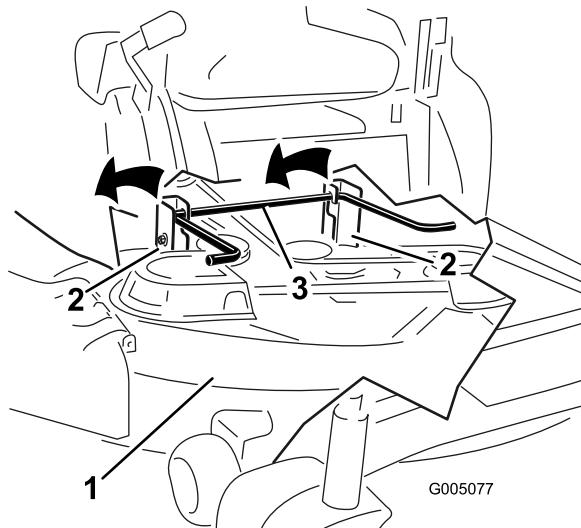

Figure 54
- En vous aidant des poignées, soulevez le tablier de coupe et les supports pour les dégager de la tige de levage arrière et abaissez le tablier au sol avec précaution (Figure 54).
5. Soulevez l'arrière du tablier de coupe et guidez les supports sur la tige de levage arrière (Figure 54).